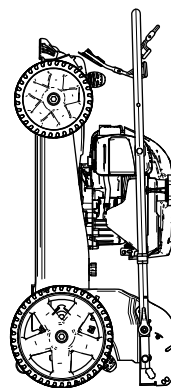

Figure 23
6. Soulevez l'avant de la machine par le guidon et amenez-la jusqu'au lieu de rangement (Figure 23).